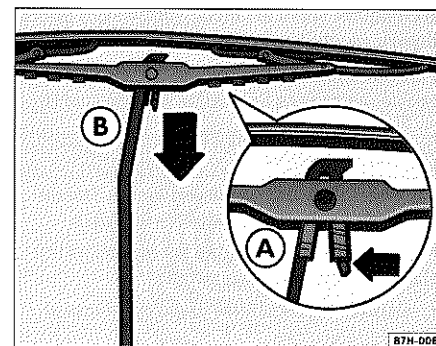

Fig. 15 Versión con grapas de sujeción: sustitución de las escobillas delanteras
- Presione el muelle ⇒ fig. 15 A en el sentido de la flecha.